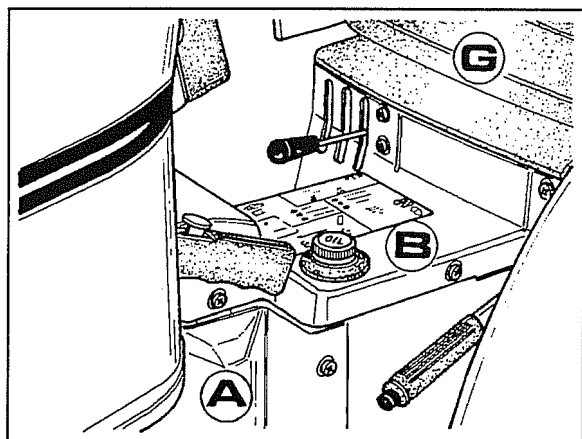

Fig. 8
1. Retirar o assento **G**, a protecção central **B**, a parte lateral **A** mais aquela situada no lado oposto, tal como ilustrado na fig. 8.